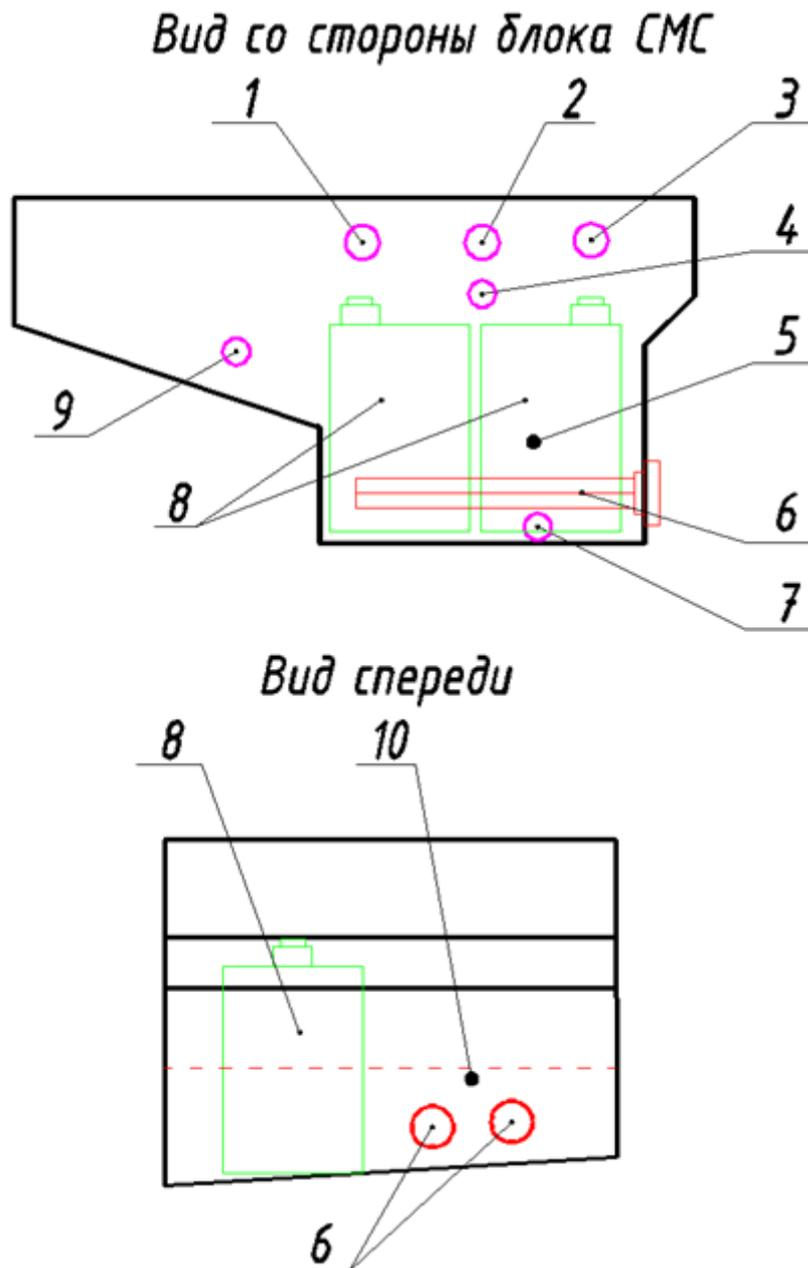

Рис. 3. Схема расположения элементов в поддоне
3.3. Неисправен датчик 65°	<ul style="list-style-type: none"> • Прозвонить датчик (Рис. 3, поз. 5) (нормально замкнут, при воздействии размыкается) • Для восстановления функции сработавшего датчика нажать кнопку, расположенную на самом датчике • Заменить датчик в случае неисправности
8.3. Неправильно выставлены регуляторы на ТЭНах	<ul style="list-style-type: none"> • Выставить на 45° • Расположение ТЭН – Рис. 3, поз. 6
8.4. Нарушен контакт в термостате	<ul style="list-style-type: none"> • Прозвонить ТЭНы • Восстановить нарушенный контакт • Расположение ТЭН – Рис. 3, поз. 6
8.6. Не сработал датчик 25°	<ul style="list-style-type: none"> • Прозвонить датчик (замкнут при $T < 20^\circ$, разомкнут при $T > 25^\circ$) • Заменить неисправный датчик • Расположение датчика – Рис. 3, поз. 10
8.7. Неисправны ТЭНы	<ul style="list-style-type: none"> • Проверить напряжение на ТЭН, проверить сопротивление ТЭН ($R = 20 \pm 1.5 \text{ Ом}$) • Заменить неисправный ТЭН • Расположение ТЭН – Рис. 3, поз. 6
11.2. Неправильно отрегулирован ТЭН	<ul style="list-style-type: none"> • Отрегулировать ТЭН (выставить на 45°) • Расположение ТЭН – Рис. 3, поз. 6
11.3. Регулятор ТЭН вышел из строя	<ul style="list-style-type: none"> • Заменить неисправный регулятор • Расположение ТЭН – Рис. 3, поз. 6
12.2. Неисправна помпа «Слив»	<ul style="list-style-type: none"> • Проверить напряжение на контактах помпы • Проверить сопротивление помпы ($R=9.5\pm 1.5$) • Заменить неисправную помпу • Расположение помпы – Рис. 3, поз. 8